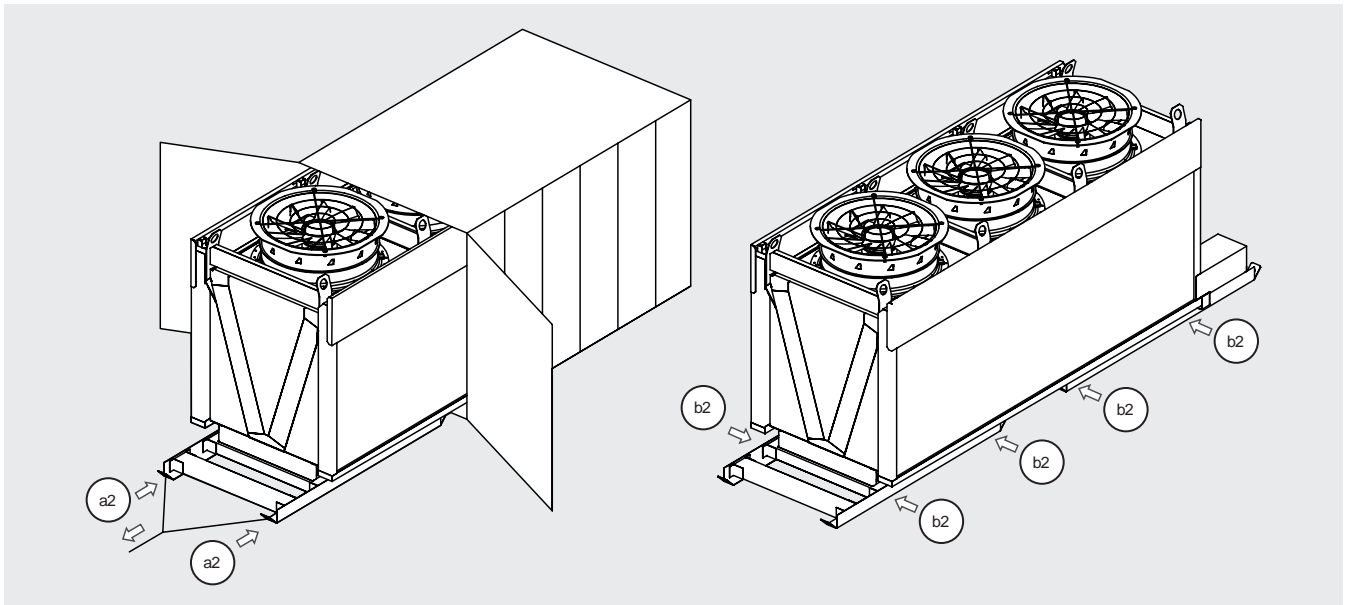

Abbildung 7
- 5.11 Wenn das Modell in einem Behälter verpackt ist, Option nur für Modelle mit einer Reihe von Ventilatoren verfügbar, verwenden Sie die beiden Ringschrauben (a2), um das Modell herauszuziehen. Ziehen Sie langsam und ohne zu ruckeln. Verwenden Sie einen Gabelstapler (seitlich positioniert) oder ein gleichwertiges Gerät, um das Modell aus dem Container zu ziehen. Schrauben Sie die Bolzen (b2) ab, um den Schlitten freizugeben. Siehe Abbildung 7.